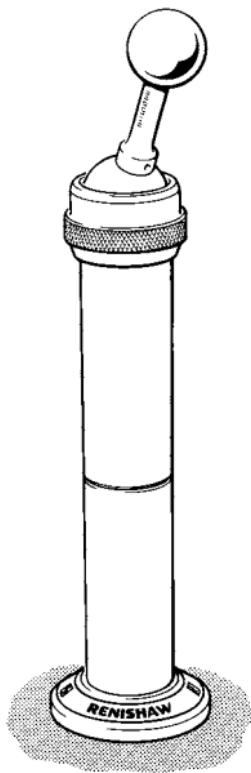

Abbildung 9 - Kalibrierkugel
8.3 Kalibrierkugel (Siehe Abbildung 9)